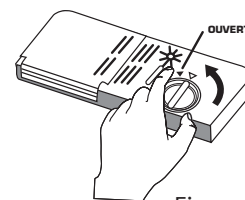

Figure 1
- Retirez le panier inférieur puis, dévissez le bouchon du réservoir de sel (figure 1).
- Pour ouvrir le distributeur, tournez le bouchon vers la gauche dans le sens indiqué par la flèche et soulevez-le (Figure 1).